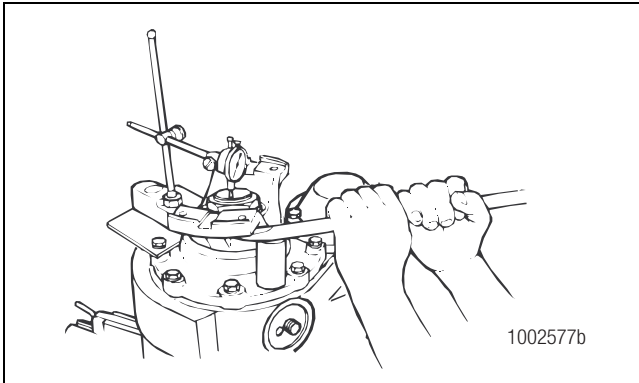

Figura 5.86
- C. Use una palanca y un soporte para empujar el yugo o la brida, alejándola del portador. Leer el indicador de esfera. La lectura debe ser de 0.002-0.008 de pulgada (0.050-0.200 mm). Figura 5.86.